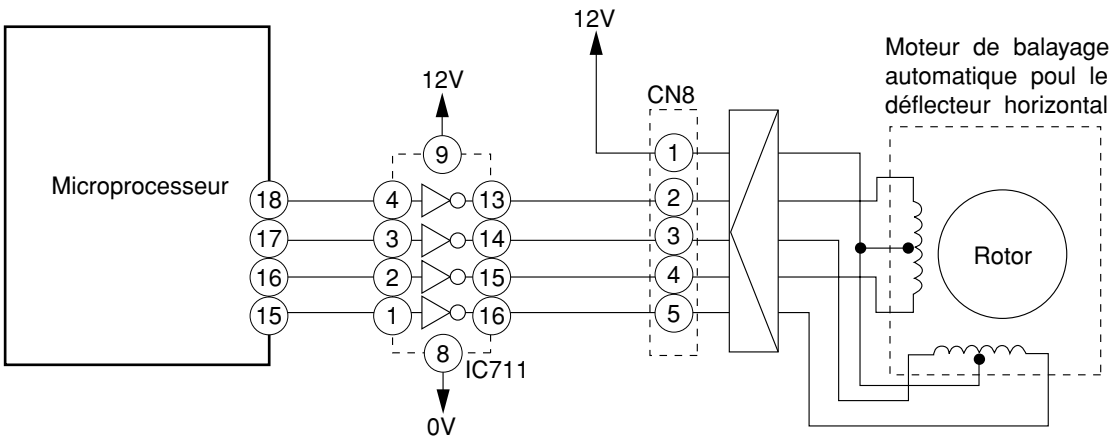
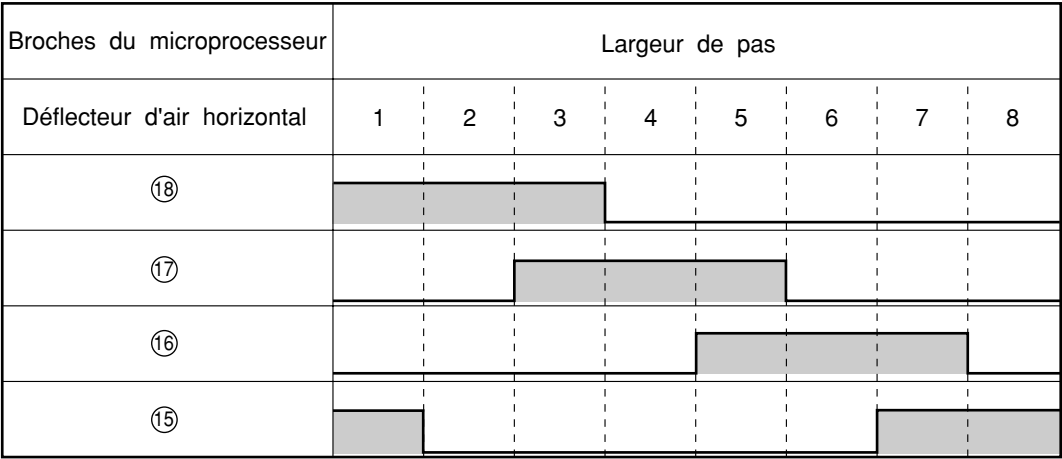

Fig. 4-1 Circuit du moteur de balayage automatique (déflecteur d'air horizontal)
Fig. 4-2 Signaux de sortie du microprocesseur
- La figure 4-1 représente le circuit de commande du moteur de balayage automatique; les signaux indiqués sur la figure 4-2 sont appliqués sur les broches 15-18 du microprocesseur.
- Tandis que la sortie du microprocesseur change comme le montre la figure 4-2, le noyau du moteur de balayage automatique est excité et le rotor tourne. Le tableau 4-1 donne l'angle de rotation du déflecteur d'air horizontal.